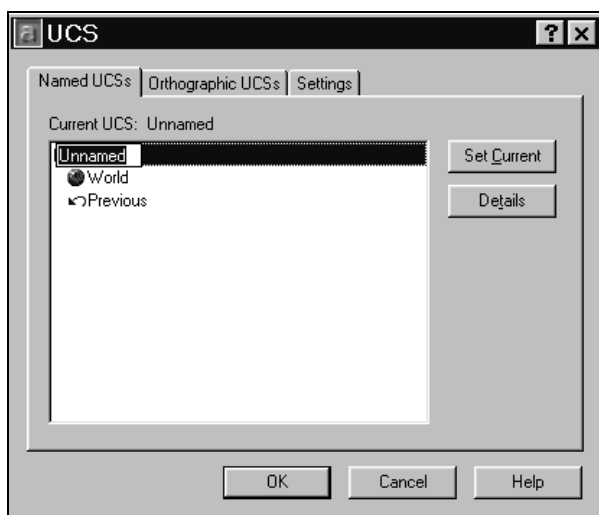

Рис. 1.11. Диалоговое окно **UCS**, вкладка **Named UCSs**
2. На вкладке **Named UCSs** (Именованные ПСК) диалогового окна **UCS** (ПСК) (рис. 1.11) выбрать элемент списка **Unnamed** (Без имени), щелкнув по нему левой кнопкой мыши, и ввести имя пользовательской системы координат. Ввод имени завершается нажатием клавиши <Enter>.